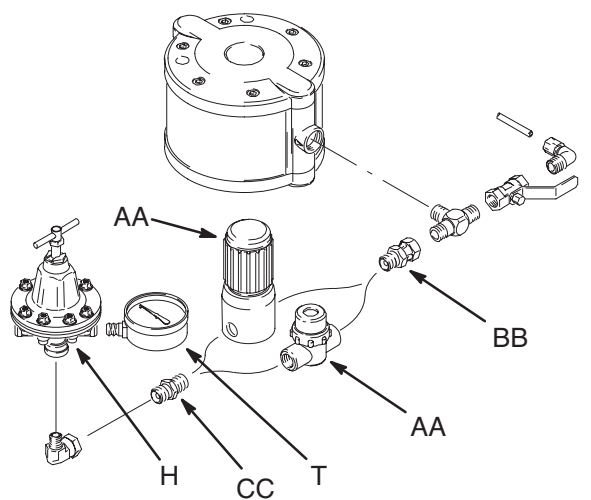

Рис. 2
Обратитесь к Рис. 2. Установите фильтр жидкости между выходом жидкости насоса и штуцером подключения шланга жидкости пистолета. При наличии регулятора жидкости (H), он должен быть повернуть таким образом, чтобы манометр (Т) не мешал фильтру.